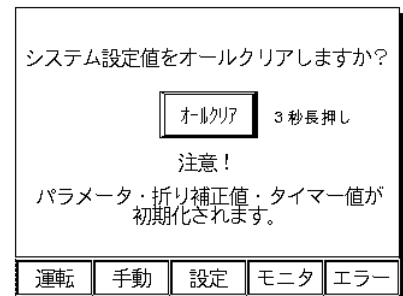

図7-35
- ・ [停止スイッチ]と[エジェクトスイッチ]を同時に10秒長押しでシステム初期化画面(図7-35)に切り替わります。